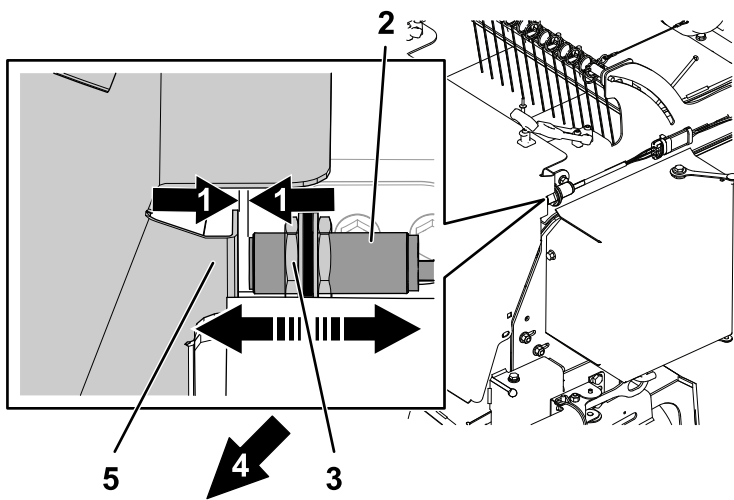

Рисунок 10
8. Отрегулируйте зазор между датчиком и дверцей бункера так, чтобы он был равен 3 мм, как показано на Рисунок 10, используя регулировочные гайки. Зазор должен быть не более 6 мм.